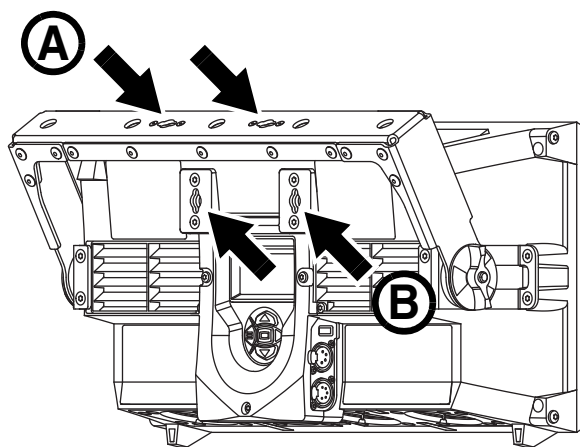

Figure 5: Points d'ancrage des embases Omega
2. Voir Figure 5. Fixez l'embase Omega sur la lyre de suspension (repère A) ou sur l'appareil lui-même (repère B). Il est préférable d'utiliser la fixation sur la lyre enfin de garder la possibilité de régler l'orientation de l'appareil.